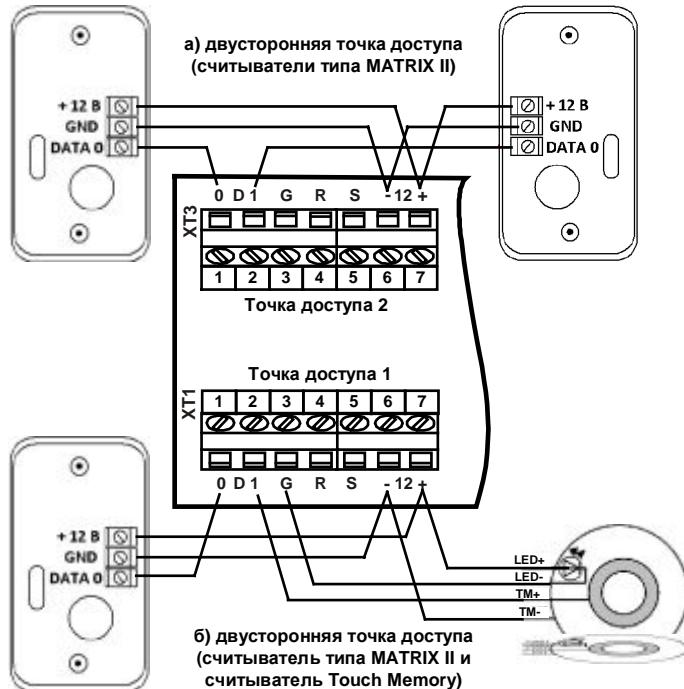
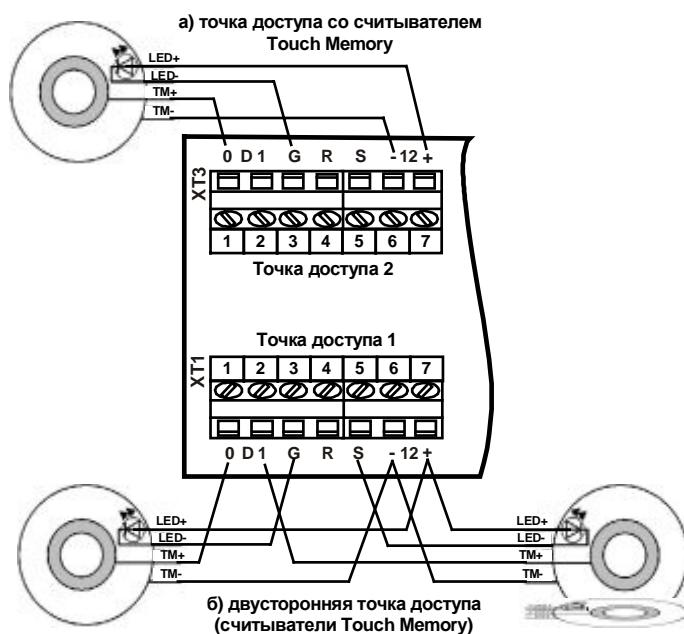

Рис. 8 Подключение считывателей при двусторонней ТД
Рис. 9 Примеры подключения считывателей Touch Memory
На Рис. 8, Рис. 9 приведены примеры подключения считывателей MATRIX II и Touch Memory с интерфейсом iButton (Dallas Touch Memory).
При такой схеме подключения (Рис. 8, ТД №2), светодиод постоянно горит красным цветом (дежурный режим), при поднесении карты пользователя (в независимости есть карта в конфигурации или её нет), сигнал зуммера, светодиод загорается на 0.5 сек. зелёным цветом и гаснет на 1сек. (принимает и передаёт код карты), после этого включается реле (если есть разрешение в ТД), а светодиод вновь загорается красным цветом (возврат в деж. режим) - можно подносить карту. Если дверь закрыта, то следующее поднесение карты останавливает или запускает вновь отсчёт времени замка, при этом события (Проход разрешено) от последующих карт в журнал идут. Если дверь открыта первым проходящим, то последующее поднесение карты каждый раз переключает реле (события: Проход разрешено, проход совершён).
При создании в конфигурации нового пользователя или редактирование свойств ранее созданного пользователя, идентификатор пользователя необходимо ввести методом считывания кода проксимити-карты через подключенный к контроллеру СК-01 считыватель Touch Memory, (Меню (OK) - Конфигурирование - Пользователи - пользователь - выбрать п.4 "Таблетка iButton" - F4(выбор УСК) - выбор контроллера СК-01 - встроенные + - выбор точки доступа (пример: Рис. 8 ТД 1) - OK и поднести проксимити-карту к считывателю.